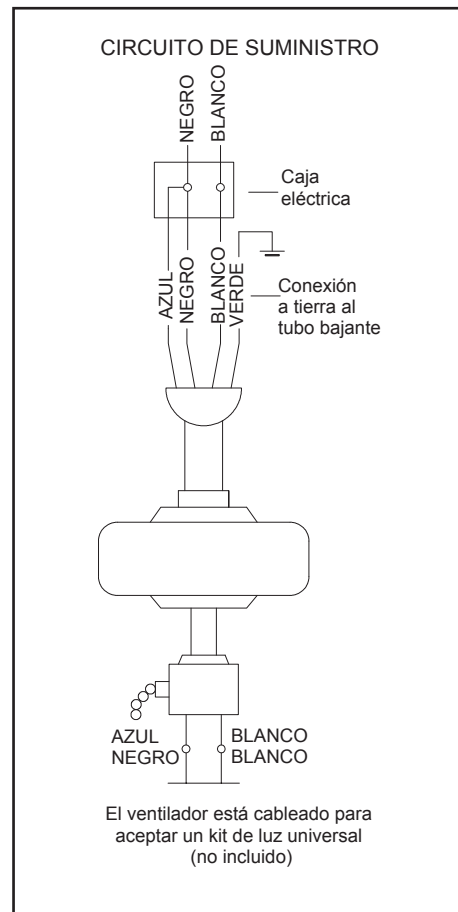

Figura 9
Sigue estos pasos para conectar tu ventilador al circuito de tu hogar. Usa las tuercas de conexión de cables que vienen con tu ventilador. Asegura los conectores con cinta aislante. Asegúrate de que no existan conexiones o cables sueltos. (Figura 9)
3. Conecta el cable de alimentación (negro y azul) del ventilador al cable de suministro negro del hogar como se muestra en la Figura 9.